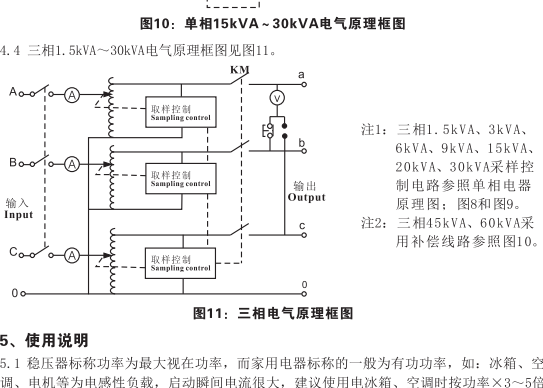
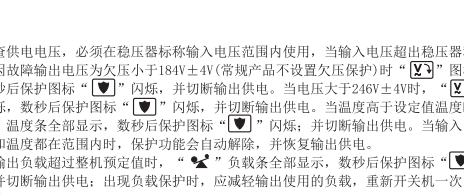

图8: 检测控制部分原理图: 仅供参考, 如有改动, 恕不另行通知!
图9: 500VA~10kVA电气框图
4.1 单相500VA~30kVA高精度全自动交流稳压器检测控制部分原理图见图8。
4.2 单相500VA~10kVA电气框图见图9。
注1: 三相1.5kVA、3kVA、6kVA、9kVA、15kVA、20kVA、30kVA采样控制电路参照单相电器原理图: 图8和图9。